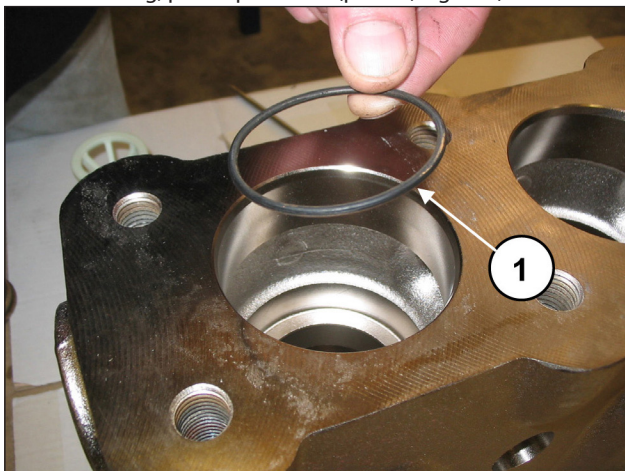

Fig. 118
Inserire l'O-ring, pos. esploso n. 6 (pos. ①, Fig. 118).